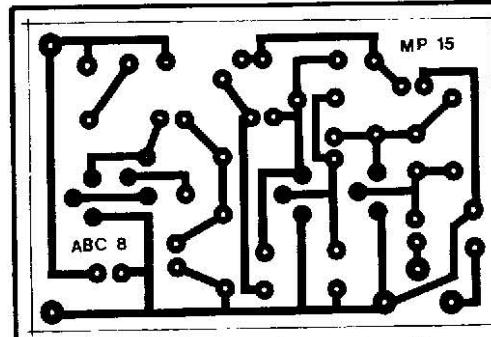

Fig. 4
- FIG. 4 - O lay out do Circuito Impresso específico para a montagem, em tamanho natural. Quem seguiu direitinho as “Aulas” a respeito da confecção de placas (e tem o material e ferramental necessários), não encontrará nenhuma dificuldade na feitura do substrato (ver TRUQUES & DICAS da 5^a “Aula”, e também o da 3^a e 4^a “Aulas”...). Já quem optou por adquirir o PACOTE/AULA específico, terá a “moleza” de receber a dita plaquinha pronta, furada, com as posições, códigos e valores dos componentes demarcadas, etc. Não esqueçam que, dado o natural “avanço” do nosso “Curso”, já desde a 6^a “Aula” que todas as Montagens PRÁTICAS são mostradas na técnica de Circuito Impresso e assim os Leitores/Alunos devem praticar esse método construcional (sem o que jamais poderão aspirar algum progresso real, na Eletrônica, ainda que numa visão básica...). Embora as EXPERIÊNCIAS, anexas à “Lição” Teórica de cada “Aula”, sejam ainda mostradas em sistemas “sem solda” (por óbvias razões de facilitação e reaproveitamento...), aqui na PRÁTICA, as “coisas” já são mais “definitivas” e urge aprender a manipular técnicas também “permanentes” de construção dos projetos e circuitos...